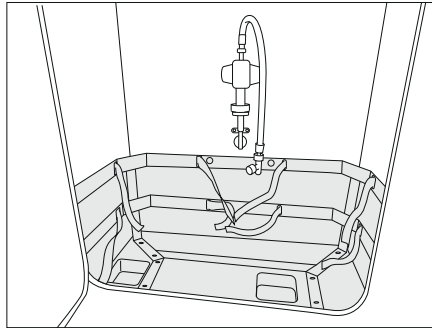
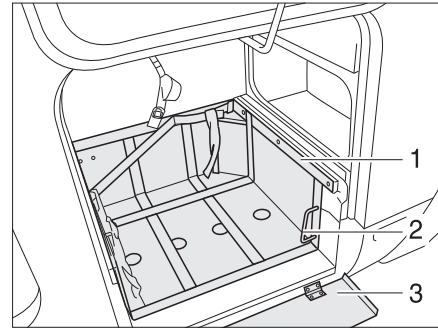

Fig. 223 Caja para bombonas de gas
Fig. 224 Caja para bombonas de gas, con carro extraíble
- Si se dispone de una chapa protectora, plegar la chapa protectora (Fig. 224,3) hacia abajo.
- Desbloquear el carro (Fig. 224,1) a través del tirador (Fig. 224,2).
- Extraer el carro (Fig. 224,3) hasta el tope.
- Girar el tirador (Fig. 224,2) hacia atrás.
- Desbloquear el carro (Fig. 224,3) a través del tirador (Fig. 224,2).
- Introducir el carro (Fig. 224,3) hasta el tope y girar el tirador (Fig. 223,2) hacia atrás.
- Si se dispone de una chapa protectora, plegar la chapa protectora (Fig. 224,1) hacia arriba.